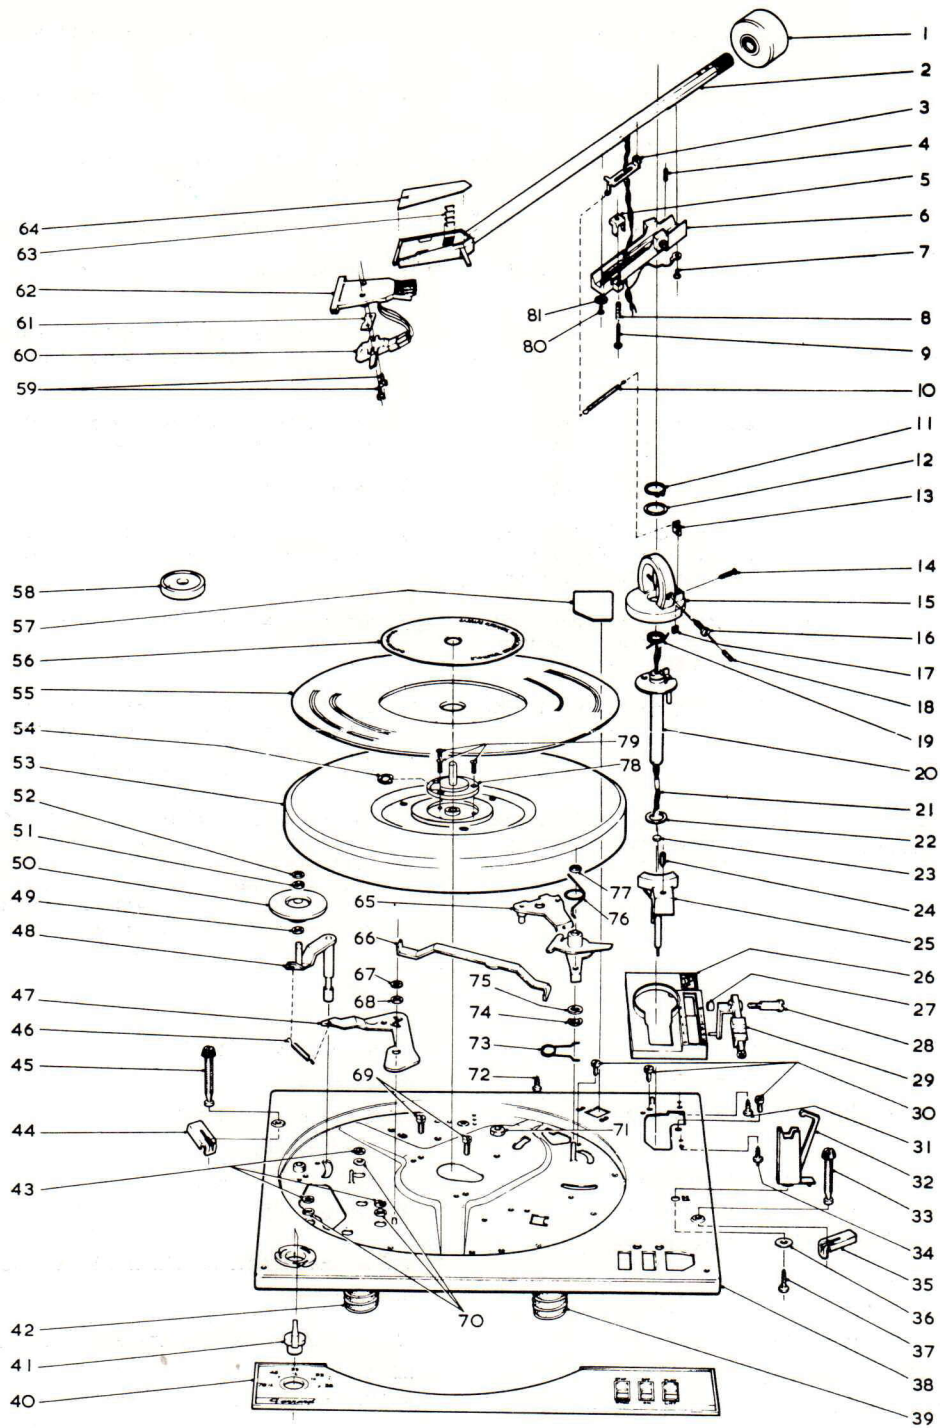

Fig. 4
Tag först försiktigt bort skivtallriksmattan, som är fastsatt med dubbelhäftande tejp. Borttag därefter skivtallrikscentrum (78) fig 4 genom att ta bort de tre fästskruvarna (79) och sedan skivtallrikssäkringen (54). Man kan även utan att ta
Numren nedan hänvisar till delar på sprängritningar. Fig 4 och 5.
För smörjning användes det smörjmedel som anges i den följande förteckningen på delar som behöver smörjas. Numren där motsvarar numren på sprängritningarna fig 4 och 5.
Positionsnumren hänvisar till sprängritningarna fig 4 och 5.